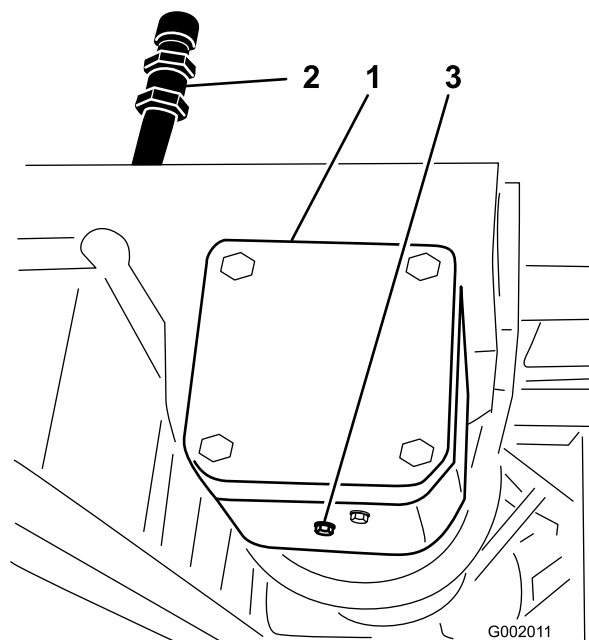

Figura 67
2. Coloque un recipiente debajo del tapón de vaciado de la caja de engranajes de la transmisión de la bomba (Figura 67).
3. Retire el tapón de llenado y el tapón de vaciado (Figura 67) y deje fluir el aceite al recipiente.